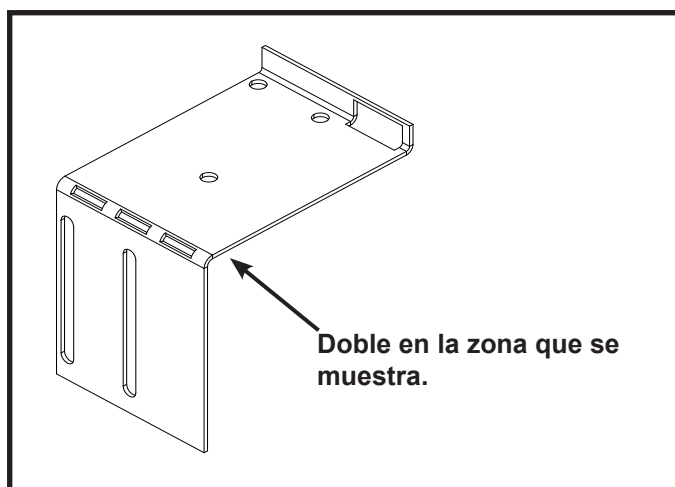

Figura 14.11
2. Doble el soporte metálico como se muestra en Figura 14.11.